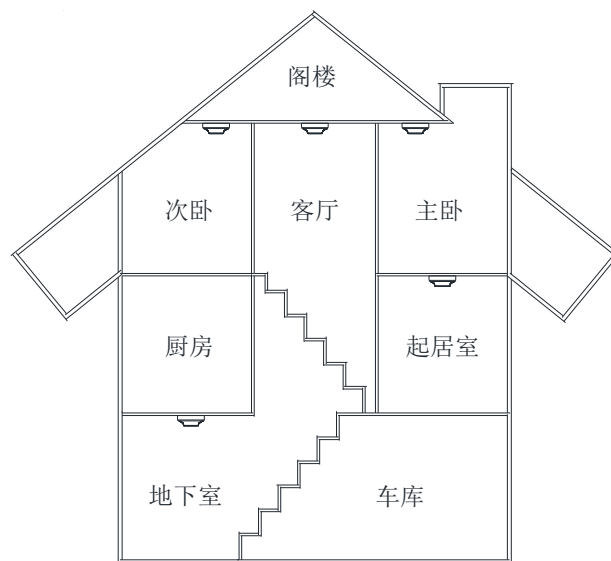

图 3 报警器安装位置示意图
①安装于房顶时：报警器的边缘应距任何一面墙壁不小于 0.5m。
②安装于倾斜或人形屋顶时：报警器应与屋顶保持一定的距离。当坡度小于 30 度时，距离 0.2m 为宜，大于 30 度则以 0.3m~0.5m 为宜。
③对燃烧产生的烟雾来说，楼梯的作用与烟囱类似，因此楼梯应安装报警器。
④空气流通的两个区域应分别安装报警器，如客厅与卧室两个区域，每个区域至少安装一个报警器。
⑤报警器安装位置可参考图 3，请结合实际情况确定最佳安装位置。